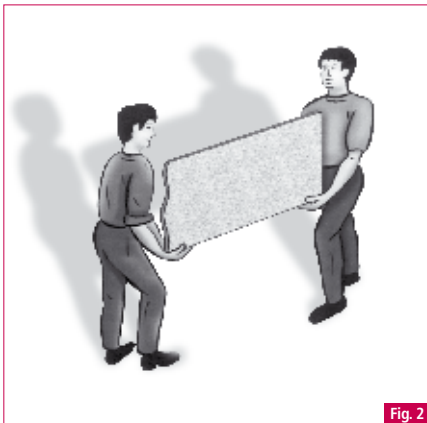

Fig. 2
- 5.4 Versuchen Sie NICHT, eine HI-MACS® Platte alleine zu tragen. Eine Platte ist immer von zwei Personen zu heben, je einer an jedem Ende. Transportieren Sie die Platte immer senkrecht. **Abb. 2.**